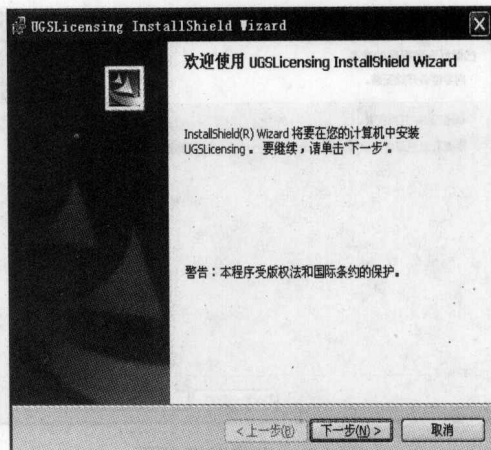

图 1-4 服务程序正常安装界面
(6) 若检测无错误则进入服务程序正常安装界面,如图 1-4 所示。